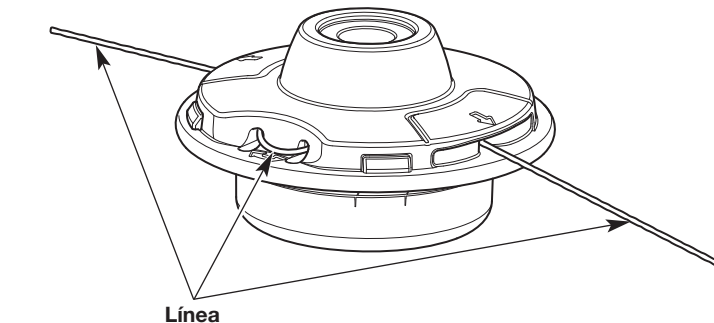

Fig. 11
4. Hale los extremos de la línea hasta que la misma esté apretada contra el cabezal de corte. Asegúrese de que los extremos de la línea sean de igual longitud (Fig. 11). La cuchilla de corte del hilo recortará el exceso de hilo.